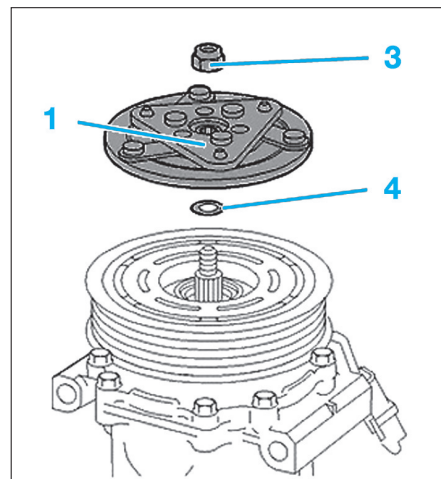

Fig. 44
- Déposer la vis de fixation (3) puis le plateau (1) (Fig.44).